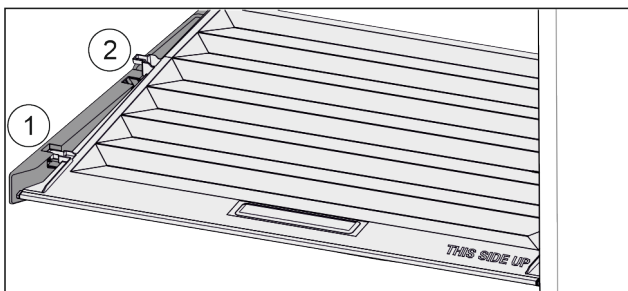

Fig. 34
- Tirare in avanti il coperchio fino all'apertura nei fermi Fig. 34 (1).
- Sollevare posteriormente dal basso e togliere verso l'alto Fig. 34 (2).